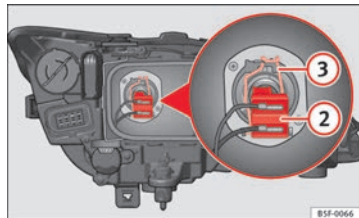

Fig. 181 Luz de cruce
- Extraiga el conector ⇒ fig. 181 ② de la lámpara.
- Desenganche el resorte retentor ⇒ fig. 181 ③ presionándolo hacia dentro y a la derecha.